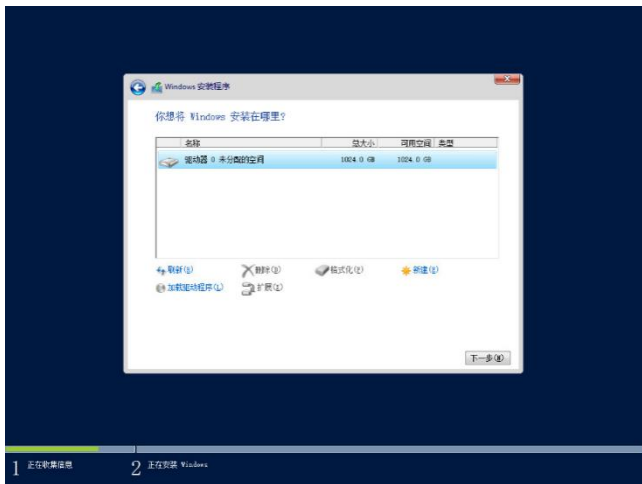

图 6-27
- i. 单击自定义：仅安装 Windows(高级) 选项，进入磁盘管理界面，选中待配置磁盘，对磁盘进行分区等操作。如图 6-27 所示。